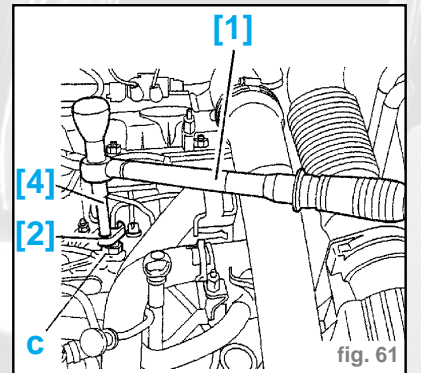

fig. 61
- Appliquer un contre-couple en (C) (fig. 61).